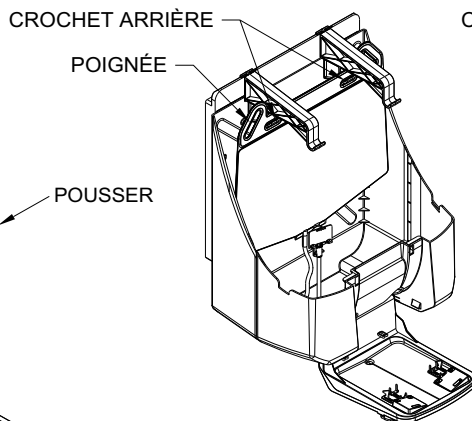

Figure 9
A. Soulevez la première cartouche en utilisant la poignée et placez-la sur les crochets arrière du support de suspension (réf. Figure 9).